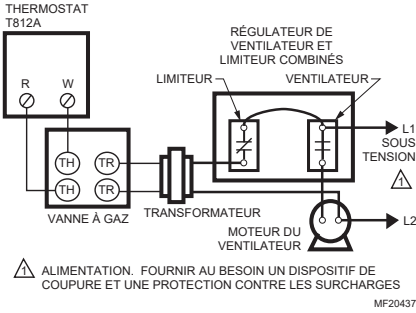

Fig. 4. T812A dans un système de chauffage au gaz typique.
3. Raccorder les fils du thermostat aux bornes correspondantes à l'arrière du thermostat. Se reporter aux schémas de raccordement des Fig. 4 à 8.
4. Raccorder les fils aux bornes sur le devant de la plaque de commutation. Voir les Fig. 4 à 8.